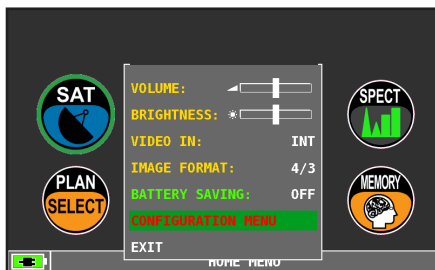

FIG. 1\*
- Appuyez sur «VOLUME» et sélectionnez «CONFIGURATION MENU» (Fig.1);